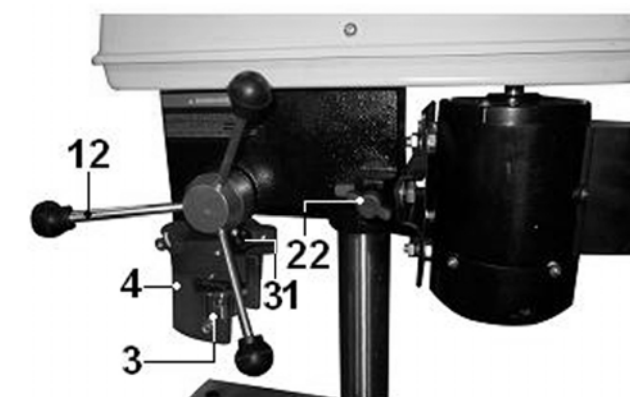

Рис. 4
- трещины металлоконструкции шпиндельной головки (17), Рис. 4;
9.9. Перемещая шпиндель за ручку (12), Рис.4, проверьте плавность хода шпинделя, Рис.4. Установочный винт (25) с контргайкой (26) предназначен для предотвращения проворачивания шпинделя. Если перемещение происходит не плавно или для перемещения нужно приложить усилие – необходимо произвести регулировку положения винта (25), предварительно ослабив контргайку (26). По окончании регулировки закрепите положение контргайкой (26).
Регулировка (ограничение) глубины сверления производится винтом (31), Рис.4.
10.5. Установка высоты рабочего стола (2) задается перемещением разрезной муфты (14) по колонне (13). Перед изменением положения разрезной муфты (14) на колонне (13) необходимо ослабить её положение ручкой болта фиксации (15). После установки рабочего стола (2) на необходимую высоту ручкой болта